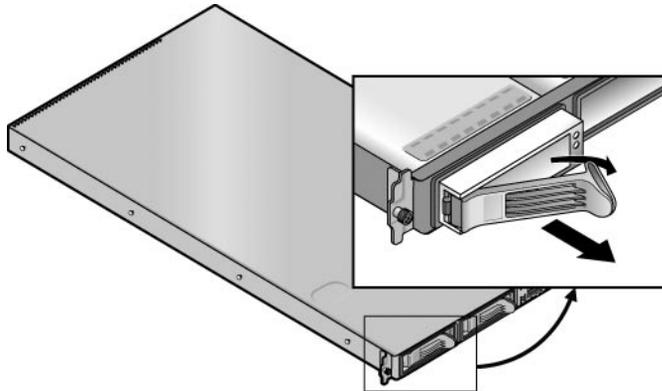

FIGURE 3-7 Support d'une unité de disque dur SCSI et bascule
2. Appuyez sur la bascule et faites délicatement pivoter le bras le plus à gauche possible (voir FIGURE 3-7).